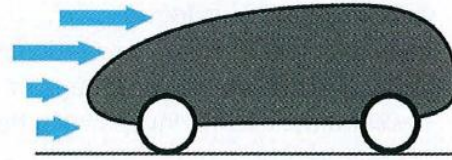

Figure 1.12 • Résistance et phénomènes dus au vent.
- selon la **force** et la **direction** du **vent** réel ou apparent. Son action est proportionnelle à sa vitesse et à la surface soumise à son action ($C \cdot S$) (figure 1.12);